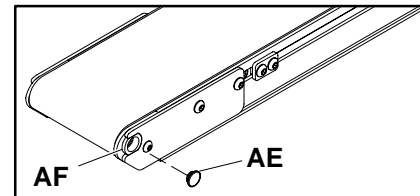

Abbildung 14
Alle nicht-angetriebenen Bauteile verfügen über einen Kunststoffstopfen (AE in Abbildung 14), der sich an den Enden der Befestigungshülsen der Antriebsrolle (AF). Entfernen Sie diesen Stopfen mit einem kleinen Schlitzschraubendreher.
Montieren Sie die Kunststoffstopfen (AE in Abbildung 14) in den Enden der Befestigungshülsen der Antriebsrolle (AF).